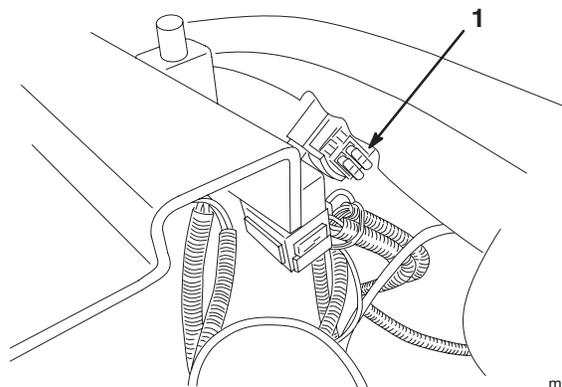

Bild 26
1. Ziehen Sie die Sicherung aus der Fassung heraus (Bild 26).